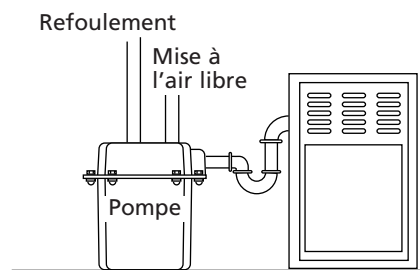

Figure 8 – Installation type pour évacuer les condensats des climatiseurs ou l'eau des déshumidificateurs
1. Brancher le tuyau d'arrivée dans l'ouverture, comme il est illustré. Appliquer du composé résistant aux variations de température (RTV) ou du Plasto-Joint Stik* sur les filets pour les rendre étanches. Se reporter aux Figures 8, 9 et 10 des pages 4 et 5 pour les installations types du système.